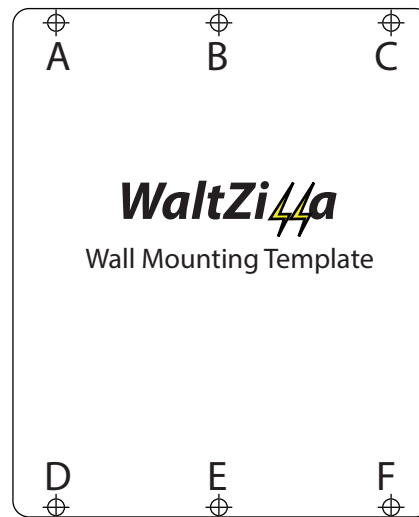

Figure 4. WattZilla Gabarit de montage mural
3. Collez le gabarit de montage mural (Figure 4) contre l'emplacement de montage en surface (soit le contreplaqué ou un poteau mural) à une hauteur qui est conforme aux exigences locales. Chaque trou pour une vis est marquée d'une croix. Marquez le centre de chaque réticule comme indiqué dans les instructions suivantes.
- À chaque endroit où il y a un réticule, marquer le trou sur la surface de montage mural (Figure 4). Lors du montage sur le contreplaqué, veiller à ce que les trous de marques A, B et C sont de niveau. Pour un montage simple de mur à ossature, ne marquer la ligne de mire pour les trous B et E et veiller à ce que ces trous sont de niveau.
- (Note:** Deux personnes sont nécessaires pour effectuer cette étape) Pour mur à ossature simple de montage, ascenseur et aligner les trous B et E de l'enceinte sur les marques réticule (Figure 4). Tandis qu'une personne détient l'enceinte, l'autre personne doit utiliser une clé pour installer une vis dans les trous B et E. Serrer à la main chaque vis jusqu'à ce que l'installation du boîtier est solidement fixé. Passez aux instructions de câblage, "Instructions de câblage électrique WattZilla" (page 12).